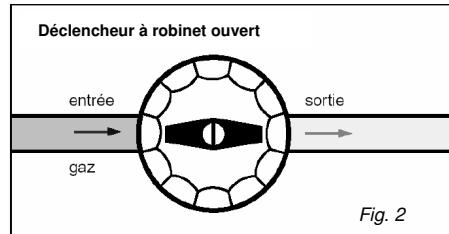

Fig. 2
Après mise en gaz, tourner la manette lentement, jusqu'à ce que l'indicateur (A) de la manette (B) soit parallèle à l'axe des entrées et sortie du robinet déclencheur (fig.2).
L'ouverture s'opère en tournant lentement la manette (B) en sens contraire des aiguilles d'une montre jusqu'à ce que l'indicateur (A) soit parallèle à l'axe des entrées et sortie. C'est la position d'ouverture (fig.2).